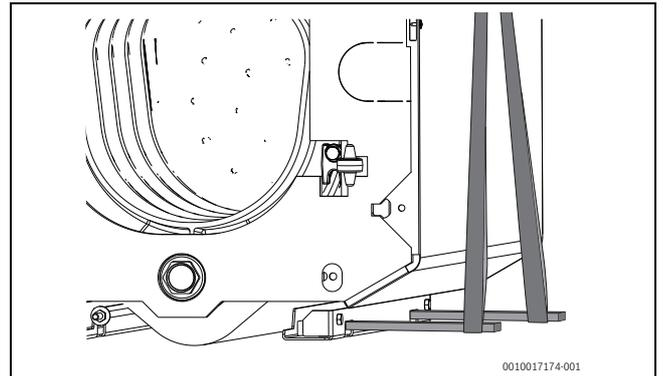

Рис. 13 Подъем котла с помощью прямоугольной профильной трубы и такелажных приспособлений (для котла 60 кВт)
- ▶ Пропустите прямоугольные профильные трубы (15x15 мм) через напольную шину котла и поднимите котел с помощью такелажных приспособлений (кольцевые стропы) (→ рис. 13)